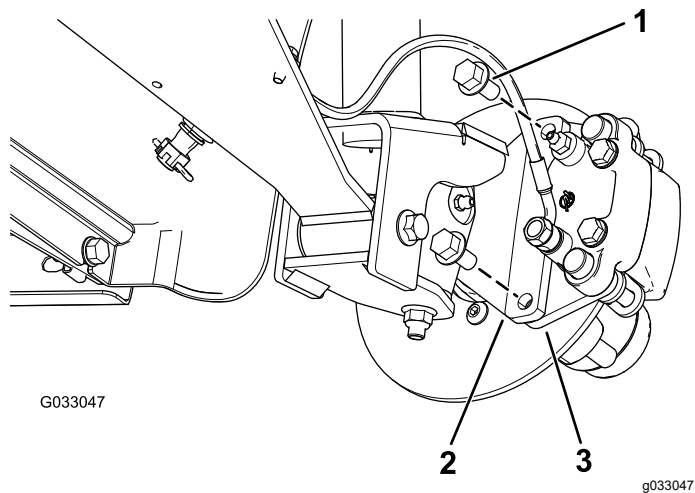
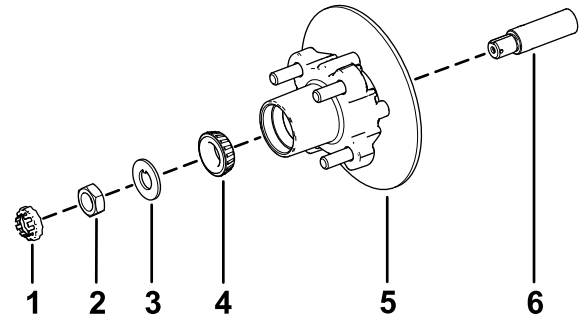

Figura 31
Figura 35
3. Togliete i bulloni a testa flangiata ( $\frac{3}{8}$ " x  $\frac{3}{4}$ "") che fissano la staffa del gruppo del freno al mandrino e separate il freno dal mandrino (Figura 31).
1. Lubrificate leggermente il mandrino con il grasso specificato (Figura 35).
2. Montate il mozzo e il rotore sul mandrino con il rotore verso l'interno (Figura 35).
3. Montate il cuscinetto esterno sul mandrino e inserite il cuscinetto sull'anello esterno (Figura 35).
4. Montate la rondella di sicurezza sul mandrino (Figura 35).
5. Avvitare il dado del mandrino sul mandrino e serrate il dado a 15 N·m mentre ruotate il mozzo per posizionare in sede il cuscinetto (Figura 35).
2. Allineate le pastiglie dei freni su ciascun lato del rotore (Figura 31) e i fori sulla staffa della pinza con i fori sul supporto del freno del telaio del mandrino (Figura 35).
3. Fissate la staffa del calibro al telaio del mandrino (Figura 31) utilizzando i 2 bulloni a testa flangiata ( $\frac{3}{8}$ " x  $\frac{3}{4}$ " ).